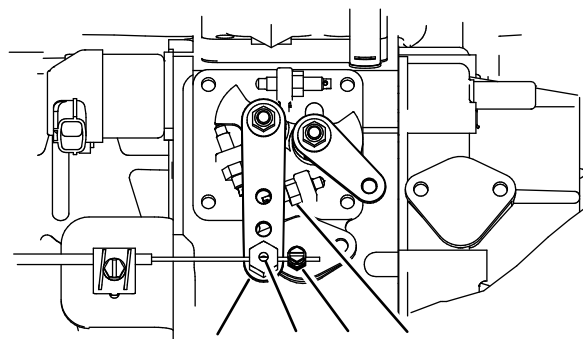

図 62
2. 燃料噴射ポンプのレバーの隣にあるスロットルケーブルのコネクタをゆるめる（図 62）。
3. インジェクションポンプレバーのアームをハイアイドルストップに当てる（図 62）。